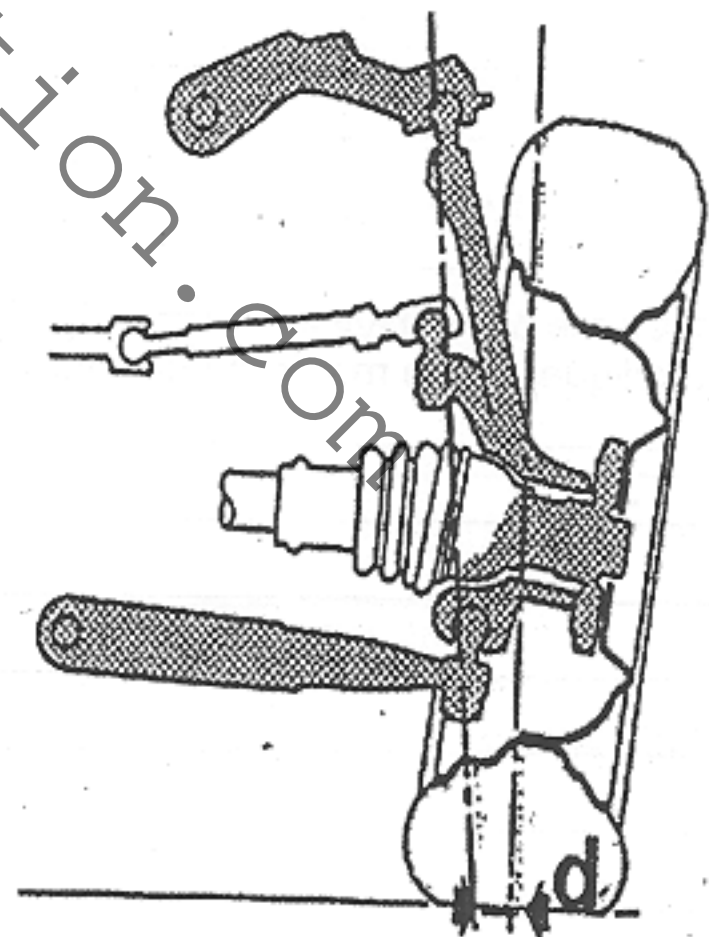

Figure 1B: Angles caractéristiques
I.1.2 Donner la fonction de la cote **(d)** sur la **figure 1B**.